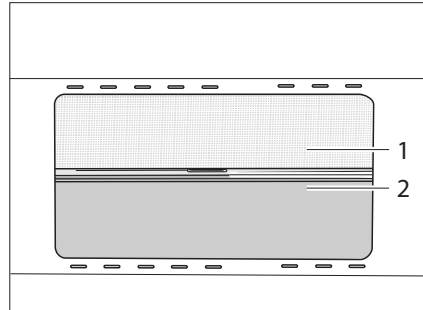

Bild 11 Ausstellfenster (Abb. ähnlich)
**Schließen:** ■ In die Einkerbung (Bild 11,2) fassen und Verdunklungsrollo von oben nach unten bis zur gewünschten Höhe ziehen.
**Öffnen:** ■ In die Einkerbung (Bild 11,2) fassen und Verdunklungsrollo nach oben schieben.
**Schließen:** ■ Insektenschutzrollo an dem Griff (Bild 11,1) nach unten ziehen.
**Öffnen:** ■ Insektenschutzrollo an dem Griff (Bild 11,1) nach oben schieben.